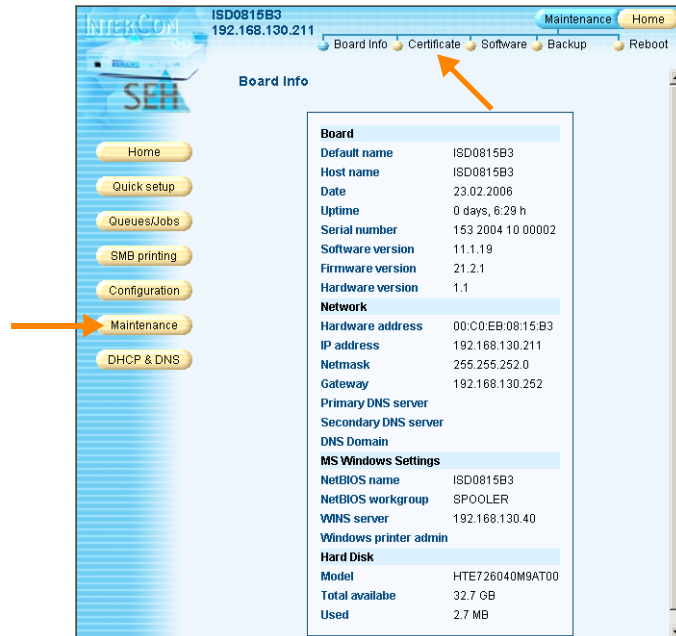

Bild 24 Webseite des ISD300: CERTIFICATE wählen
- Wollen Sie mit Verschlüsselung drucken, dann wählen Sie anschließend links im Hauptfenster den Menüpunkt MAINTENANCE und anschließend CERTIFICATE (Bild 24).